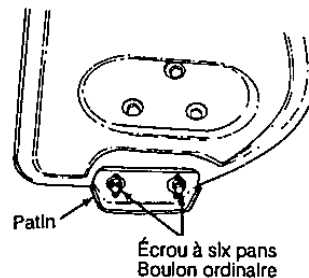

FIGURE 12
1. On peut ajuster l'espace entre la lame plate et le sol. Pour déblayer complètement la neige, placez les patins à la position basse. Réglez les patins à 1/4 ou po en dessous de la lame plate pour une utilisation normale. Utilisez les positions intermédiaire ou haute lorsque la surface à déblayer est irrégulière. Voir la figure 12.